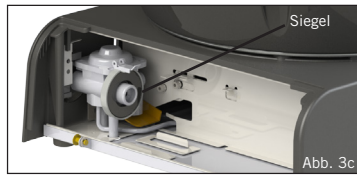

Abb. 3c
- Wenn sich Blasen bilden, gibt es ein Gasleck. Entfernen Sie die Gaskartusche sofort aus dem Gerät. Prüfen Sie, ob alle Verbindungen ordnungsgemäß passen. Überprüfen Sie, dass sich das Siegel in einem guten Zustand befindet, bevor Sie eine Gaskartusche einsetzen (Abb. 3c). Überprüfen Sie erneut mit etwas Seifenwasser, nachdem Sie die Gaskartusche eingesetzt haben.
- Prüfen Sie, ob die Dichtung (Abb. 3c) vorhanden und in gutem Zustand ist, bevor Sie die Kartusche anschließen.